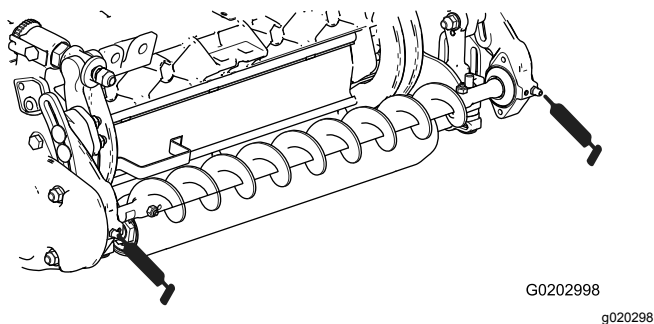

Figura 28
41. Lubrifique os bocais de lubrificação em cada caixa do rolamento da escova do rolo com massa n.º 2 para utilizações gerais, à base de lítio (Figura 28).